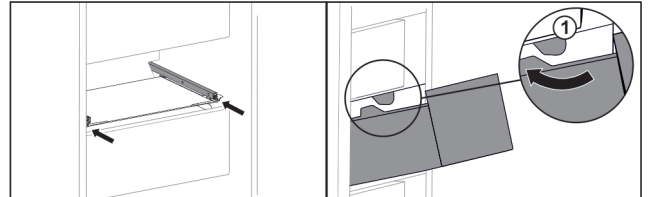

Fig. 125
- Vie vetolaatikko rajoittimen Fig. 125 (1) ohi.